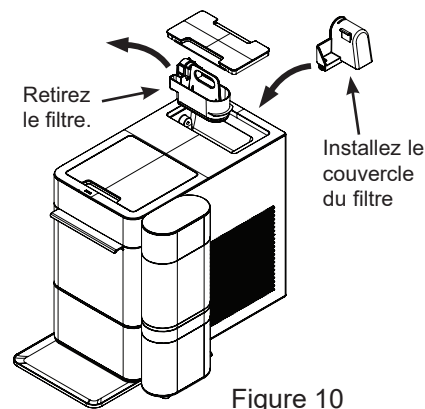

Figure 10
- Retirez le filtre (si présent) et installez le couvercle du filtre (Figure 10).